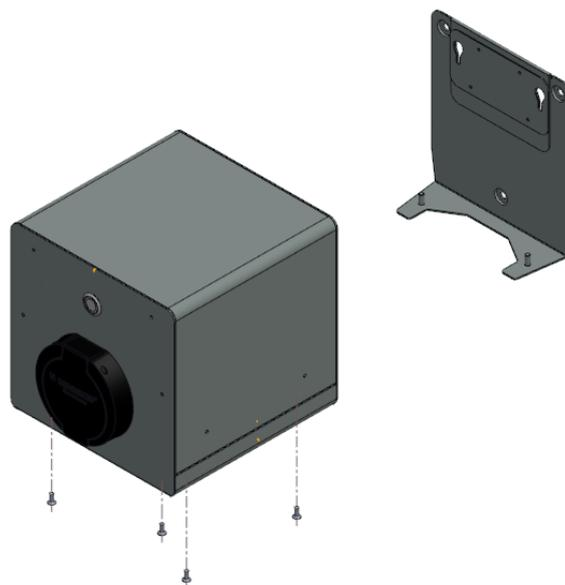

Abbildung 4: SlimBox-E mit demontierter Wandhalterung und demontierten Befestigungsschrauben des Gehäusedeckels
- Entfernen Sie die 4 Sicherheitsschrauben auf der Unterseite der SlimBox-E, siehe Abbildung 4. Sie benötigen dazu einen Torx-Schraubendreher TTX20.
- Schrauben Sie den Deckel mit den 4 Torx-Schrauben (TTX 20) wieder fest, siehe Seite 16 Abbildung 4.